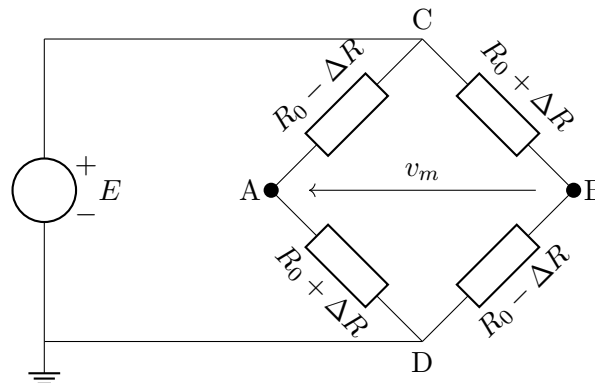

FIGURE 1 – Conditionnement en pont de Wheatstone - capteur CZL635.
Le capteur CZL635 est constitué de 4 jauges de contrainte **identiques** montées en Pont de Wheatstone (cf. figure 1). Les jauges sont disposées de telle manière que, lors d'un effort, 2 jauges subissent une compression et les 2 autres une extension.
5. On s'intéresse à présent à la modélisation électrique du capteur, représentée sur la figure 1.